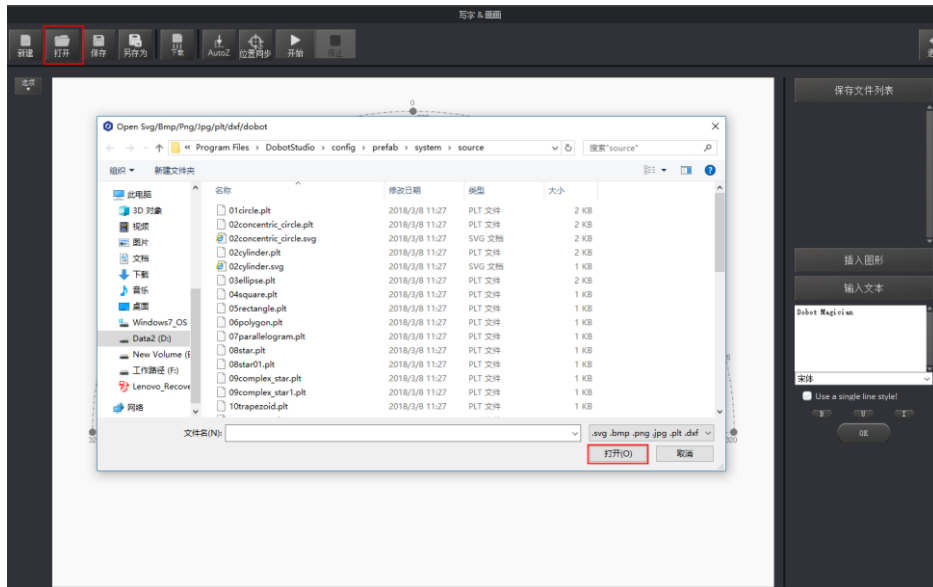
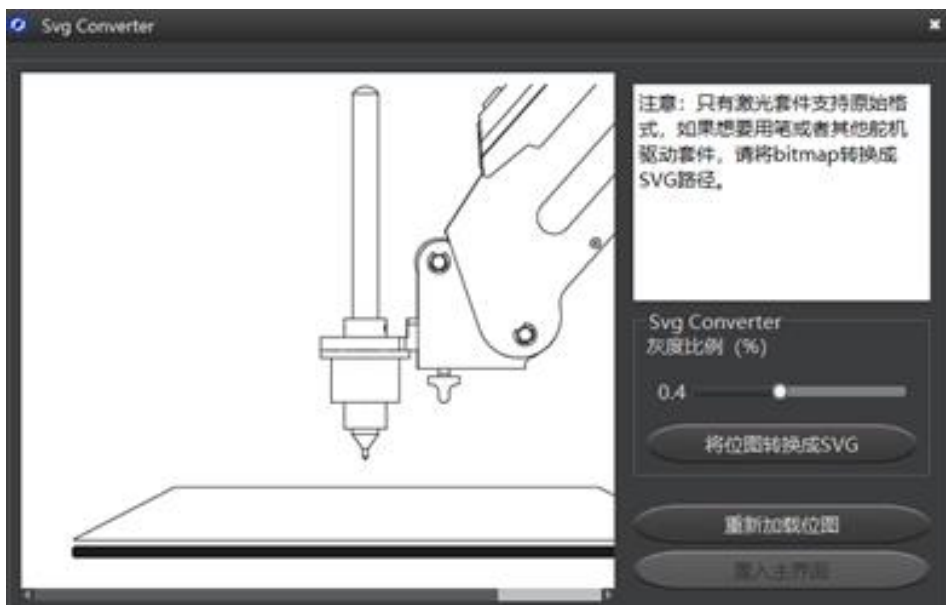

图 5.61 导入图片
图 5.62 转换位图
- 单击“打开”导入图片，比如BMP、JPEG和PNG，将其转换成DobotStudio可识别的SVG文件。如图 5.61所示。打开图片后，设置好合适的灰度比例，单击“将位图转换成SVG”，自动生成SVG文件，然后单击“置入主界面”可将生成的文件载入写字画画主界面。如图 5.62 所示。